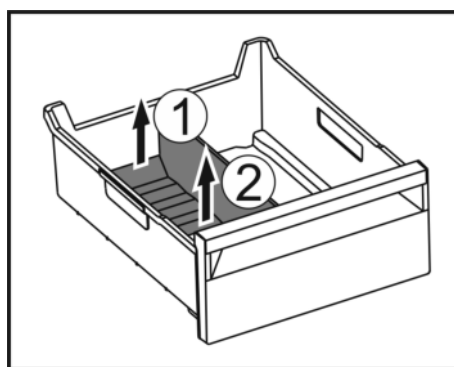

Fig. 74
- Hinteren Teil des Eisfach-Trenners anheben. Fig. 74 (1)
- Eisfach-Trenner nach oben entnehmen. Fig. 74 (2)